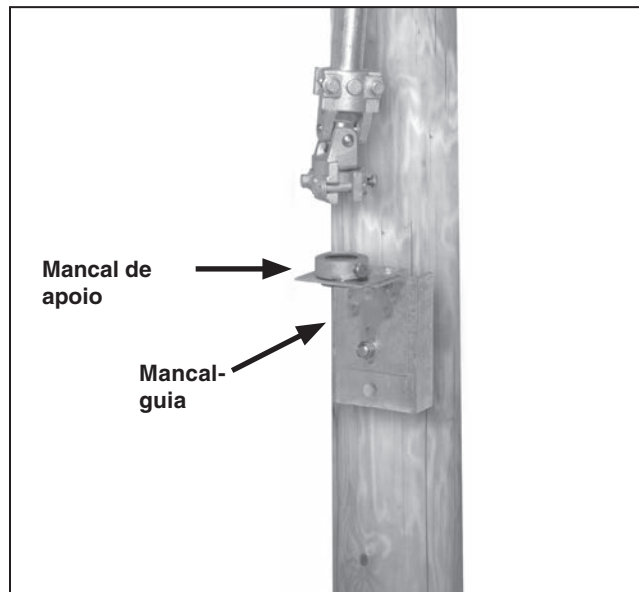

Figura 18. Instalação do mancal-guia.
PASSO 13. Posicione e instale o suporte do mancal-guia no poste ou estrutura, de acordo com as dimensões mostradas no diagrama de montagem. Ver Figura 18.